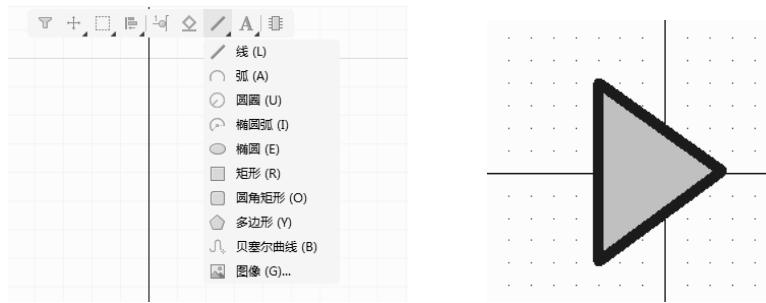

图 4-30 绘制三角形
- (2) 执行菜单命令“工具-新器件”，新建一个名称为“74HC00”的元件。
- (3) 利用绘制多边形命令“放置-多边形”绘制一个三角形，如图 4-30 所示。